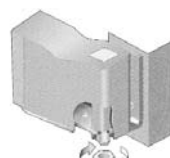

Fig. 5
- Dévisser l'écrou 6 pan creux à l'aide d'une clé allen de la charnière supérieure et pousser le ressort dans son logement (Fig. 5).